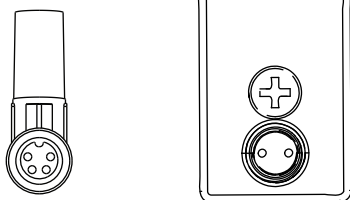
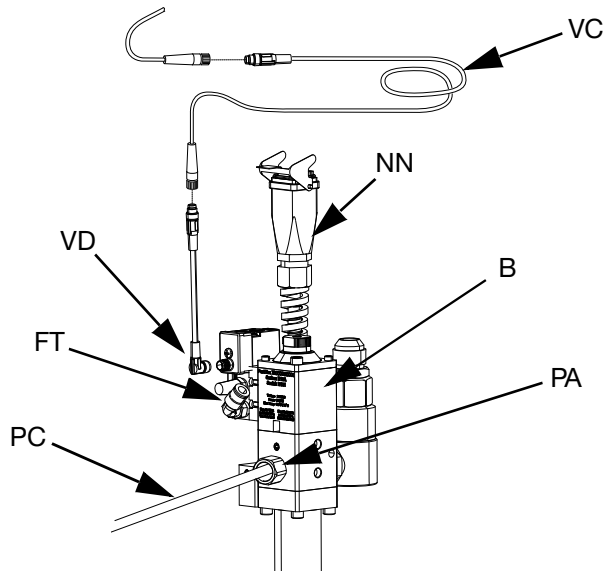

図 30
図 31
12. エアライン (AR)(別売) を、ディスペンサルブソレノイドのエアの金具 (FT) に接続してください。iQ ディスペンサルブ説明書 - 部品説明書を参照してください。図 31を参照ください。
- a. ソレノイドバルブケーブル (VC) を、エレクトリックドライバー (AB) のポート 4 に差し込まれているスプリッターケーブルの M8 4 ピンの端に接続してください。シングルラムの**エレクトリックドライバー通信接続**、18 ページを参照してください。図 31を参照ください。
- b. 同梱されている M8 4 ピンケーブル (VD) の 90 度の端をディスペンサルブに接続し、ソレノイドバルブケーブルのストレートの端を (VC) に接続してください。図 31を参照ください。
- a. ディスペンサルブソレノイドケーブルを、タンデムブロック (R) のタンデムディスペンサルブソレノイドコネクタ (YY)に接続します。
- b. 同梱されている M8 4 ピンケーブル (15N040) の 90 度の端をディスペンサルブに接続し、ソレノイドバルブケーブルのストレートの端を (VC) に接続してください。図 31を参照ください。
- c. タンデムブロック (R) の M8 4 ピンピンスプリッター (TT) のオスの端を、ラム 1 とラム 2 用エレクトリックドライバー (AB) のポート 4 につながれているスプリッターケーブルの M8 4 ピンの端へ接続します。**エレクトリックドライバーの通信接続**、**タンデムラム**( 19 を参照してください)。
**注:** ケーブルがソレノイドバルブにプラグインされる前に、ソレノイドバルブケーブルのピンが図 30 で示されているように方向付けされているようにしてください。